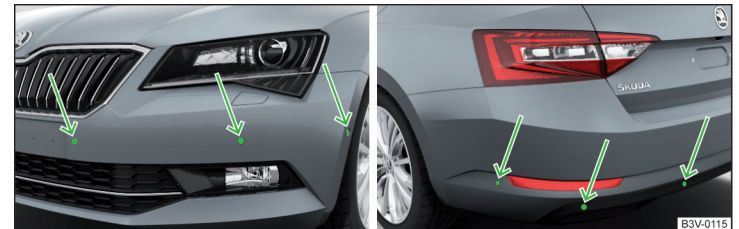

Abb. 270 **Verbauort der Sensoren auf der linken Fahrzeugseite: vorn / hinten**
- Die Systemsensoren » Abb. 270 auf Seite 237 sauber, schnee- sowie eisfrei halten und mit keinerlei Gegenständen abdecken, anderenfalls kann die Systemfunktion eingeschränkt sein.
Das System berechnet mithilfe von Ultraschallwellen den Abstand zwischen dem Stoßfänger und einem Hindernis. Die Ultraschallsensoren befinden sich je nach Fahrzeugausstattung im hinteren bzw. auch im vorderen Stoßfänger » Abb. 270.